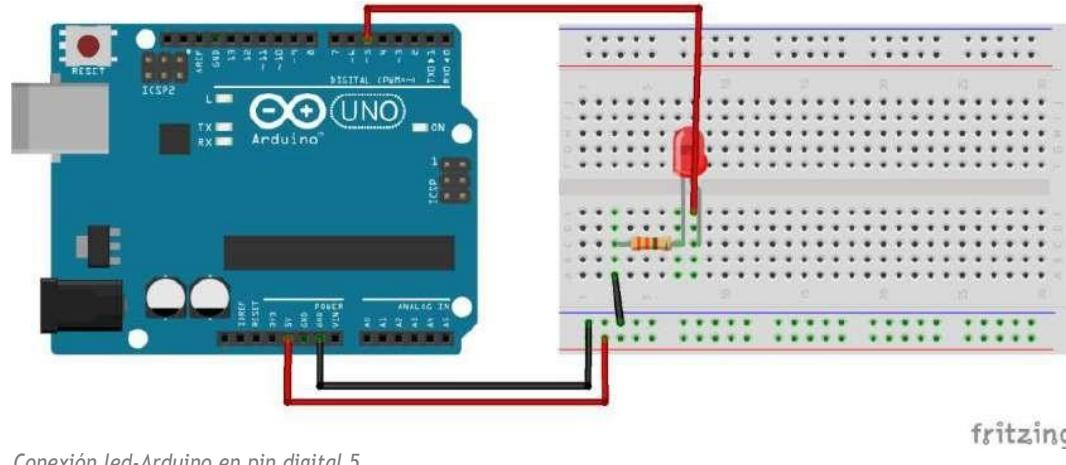

Figura 2.4. Conexión led-Arduino en pin digital 5.
1. Conecte en el protoboard la luz led con una resistencia de 330 Ohm en serie, el ánodo (+) del led a un pin que usted elija (la figura 2.4 muestra la conexión al pin digital 5), y el cátodo (-) a tierra del Arduino UNO (GND).